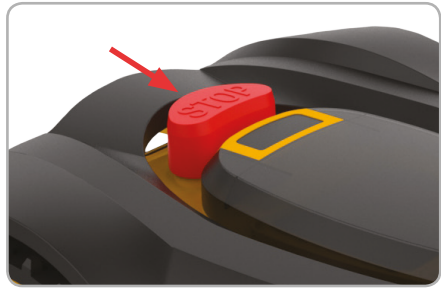

Fig.8
- Apăsați butonul STOP pentru a opri robotul de tuns gazonul în orice moment în caz de urgență (fig.8).